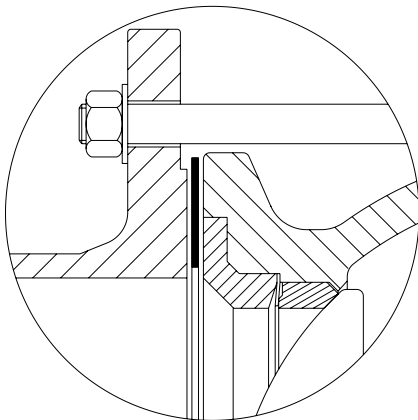

Рис.5-2 Прокладка
- Убедитесь, что клапан и прокладки правильно центрированы, а также в том, что используются прокладки надлежащего качества. Функция уплотнения клапана зависит от прокладки на стороне впуска, которая передает давление от соединительного фланца на крышку (→ Рис. 5-2).